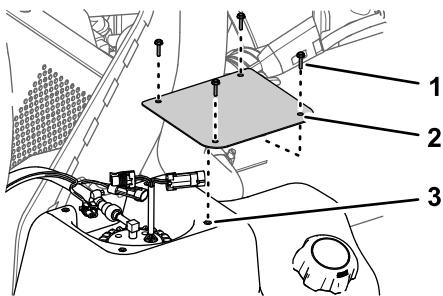

图 82
2. 在油箱内卸下将护罩固定至油箱顶部的 4 个螺丝 10 x ¾ 英寸然后取下护罩图 82。